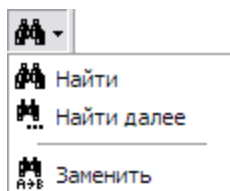

Рис. 5.16
1. На панели инструментов **Стандартная** выберите инструмент **Поиск** . При этом откроется меню (Рис. 5.16).